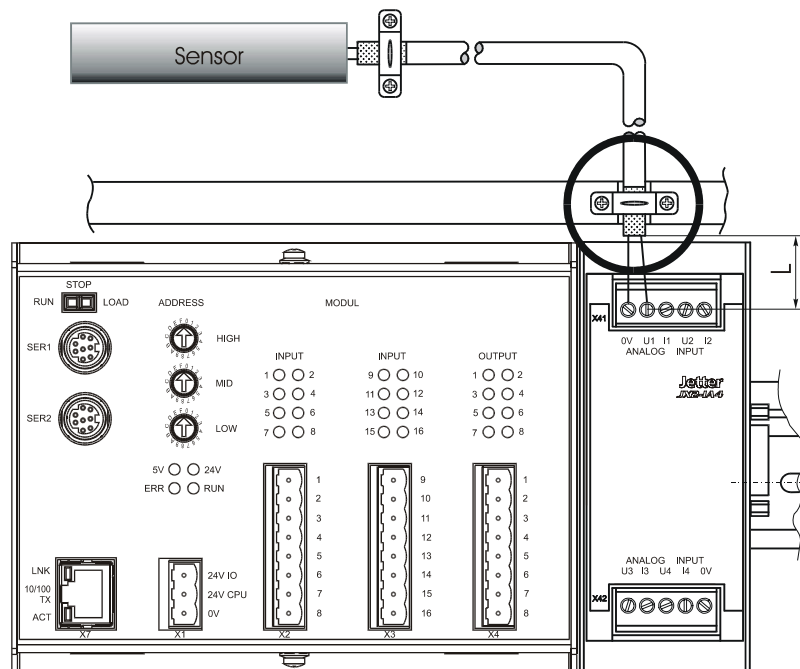

Abb. 2: EMV-konformer Schirmanschluss bei Schraubklemmen
- Der Schirm und die Zugentlastung muss niederohmig und großflächig mit einer geerdeten Fläche verbunden sein. Die Erdung muss dabei so erfolgen, dass das ungeschirmte Stück der Leitung möglichst kurz gehalten wird (siehe Abb. 2).
- der Abstand "L" von den Drahtenden ohne Abschirmung auf maximal 8 cm begrenzen (siehe Abb. 2).